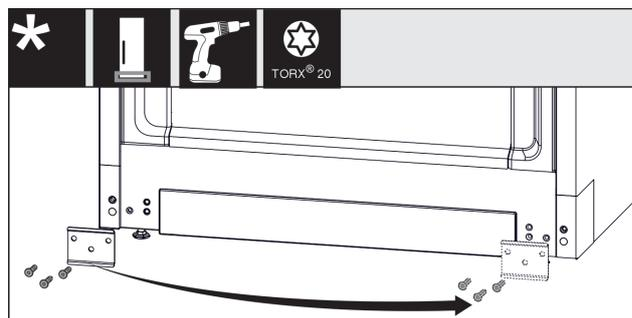

Fig. 12
- ▶ Dévisser la plaque, la placer de l'autre côté et la revisser. Fig. 12 (1)
- ▶ Remettre en place le cache de l'autre côté. (1)